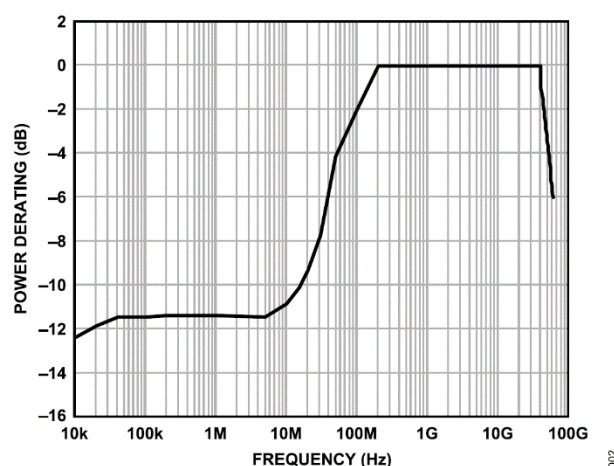
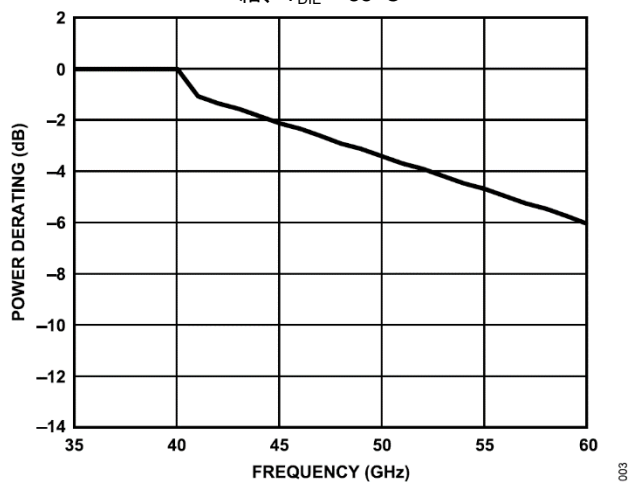

図 2. パワー・ディレーティングと周波数の関係、低周波数の詳細、 $T_{DIE} = 85^{\circ}C$
図 3. パワー・ディレーティングと周波数の関係、高周波数の詳細、 $T_{DIE} = 85^{\circ}C$
2 パワー・ディレーティングと周波数の関係については、図2と図3を参照してください。
- 1 パワー・ディレーティングと周波数の関係については、図2と図3を参照してください。このパワー・ディレーティングは、挿入損失パスおよびホット・スイッチングの各電力仕様にて当てはまります。